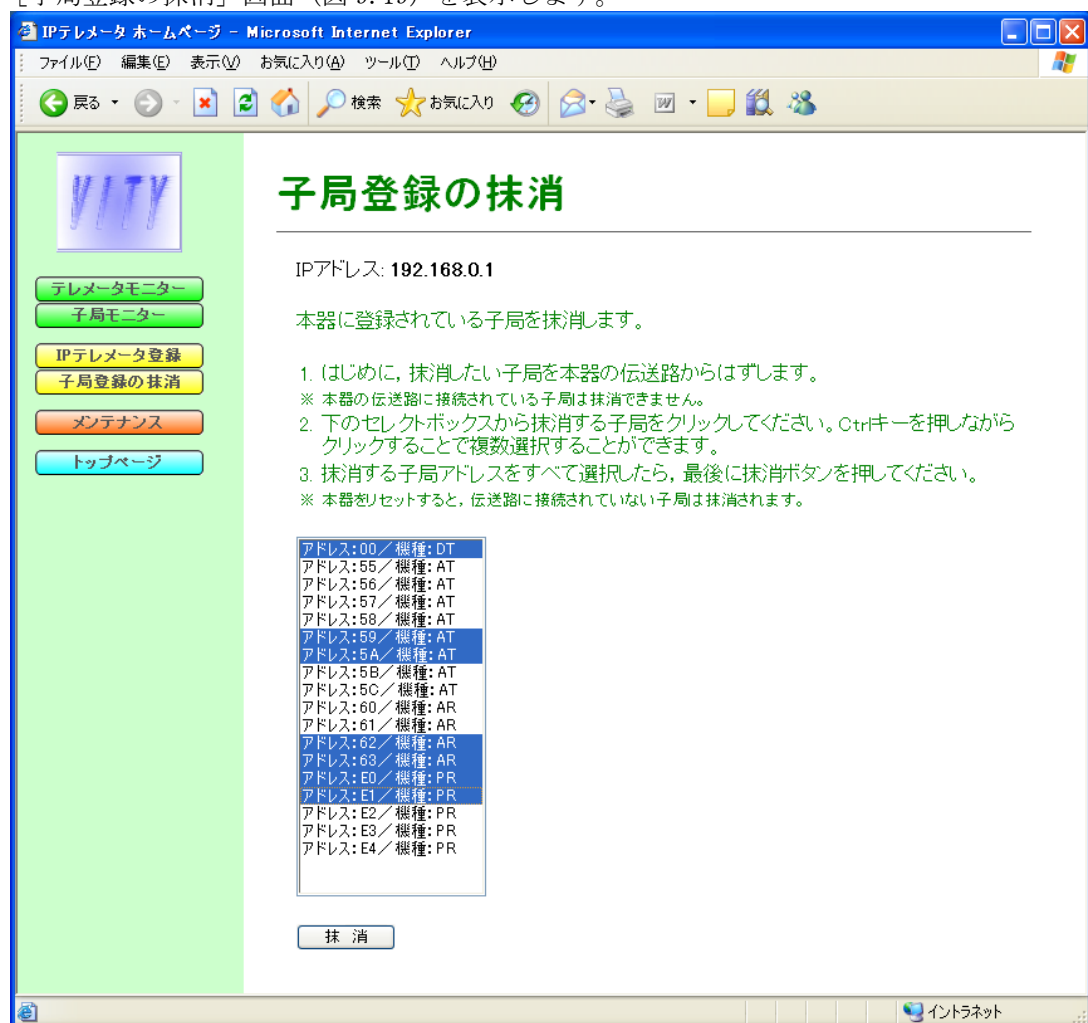

図 9.19 [子局登録の抹消] 画面
- (1) [IP テレメータホームページ] 画面（図 9.3）から“**子局登録の抹消**”のリンクをクリックし、[子局登録の抹消] 画面（図 9.19）を表示します。
- (2) [子局登録の抹消] 画面（図 9.19）から抹消したい子局をクリックします。Ctrl キーを押しながらクリックすることで、複数選択することができます。
- (3) [子局登録の抹消] 画面（図 9.19）の **抹消** ボタンを押して登録した子局を抹消します。